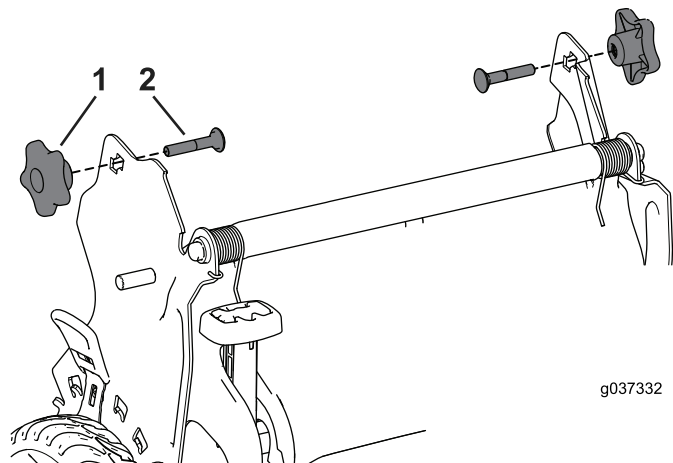

Figure 4
1. Retirez et conservez les 2 boutons et les 2 boulons de carrosserie du support du guidon (Figure 4).